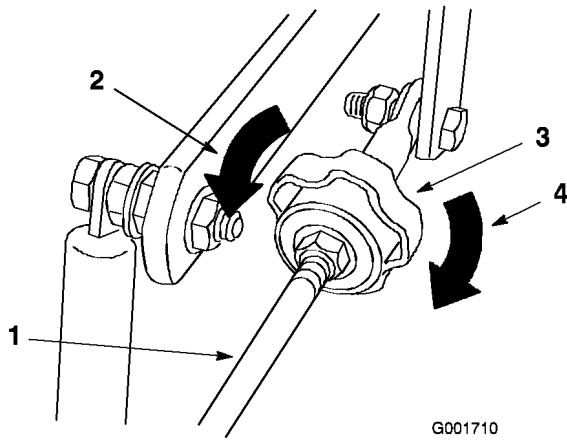

Figure 42
4. Réglez le correction directionnelle comme suit (Figure 42) :